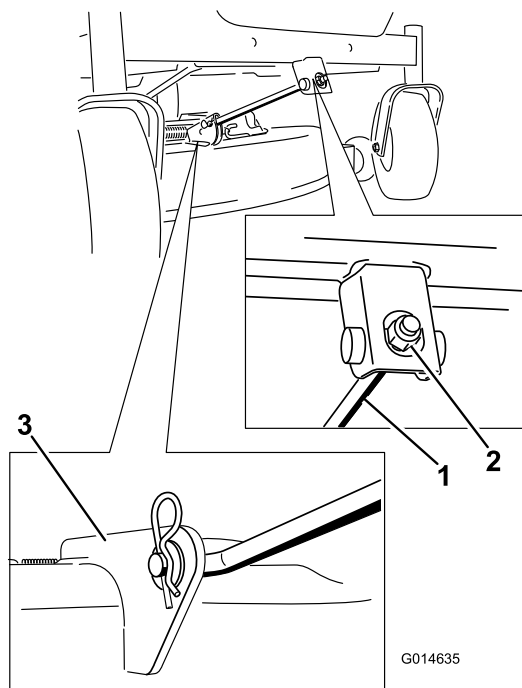

Figura 54
- Remova o contrapino do gancho da barra de suporte da frente e remova a barra do suporte da plataforma (Figura 54).
- Coloque a barra de suporte frontal na plataforma do cortador com o pino de segurança e contrapino do gancho (Figura 54).